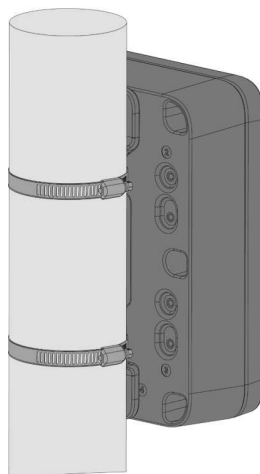

Abbildung 16: Befestigung des Gehäuses am Mast
3. Nachdem Sie die Halterungen am Gehäuse befestigt haben, setzen Sie das WisBlock Unify-Gehäuse wie folgt auf den Mast unter Verwendung von zwei (2) Stahlstreifen (60–85 mm), wie in Abbildung 16 dargestellt.